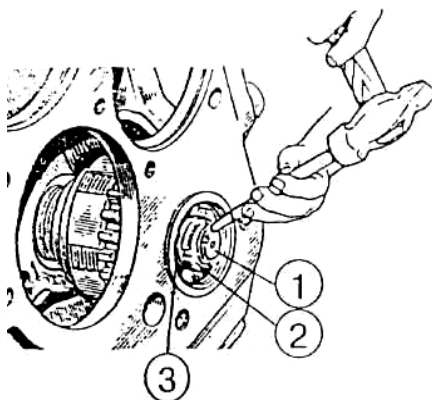

Рисунок 5.4
2) откёрните поясок гайки 2 (рисунок 5.4), зафиксируйте от проворачивания вал 1, отвинтите гайку 2 и снимите стопорную шайбу 3;